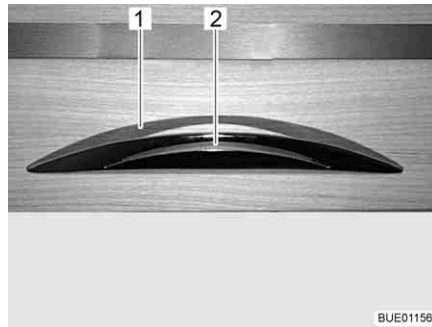

Fig. 58 Abattant de placard avec poignée de déverrouillage
- Enfoncer la poignée de déverrouillage (Fig. 58,2) et la maintenir enfoncée.
- Tirer sur la poignée de déverrouillage (Fig. 58,1) jusqu'à ce que l'abattant de placard s'ouvre.